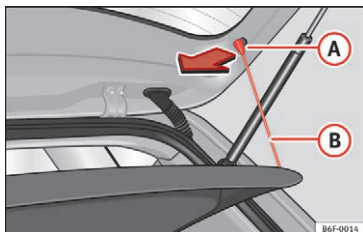

Fig. 163 I bagagerummet: af- og påmontering af bagagerumsafdækning
- Hægt stropperne » Fig. 163 (B) ud af holderne (A).
- Hægt båndene » Fig. 163 (B) fast på bagklappen.